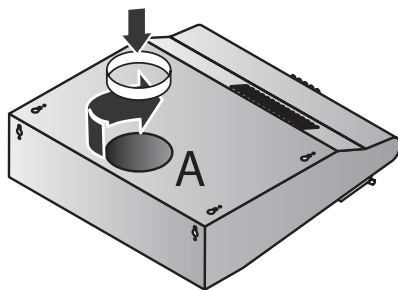

Рис. 2
Для работы в режиме вентиляции в отверстие (A) установите адаптер воздуховода из монтажного комплекта (Рис. 2).